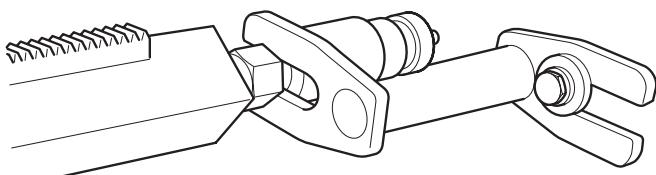

Fig. 9
- 9. Per fissare ulteriormente la colonna di foratura si può utilizzare l'attacco a espansione accessorio (fig. 9). Regolare l'attacco rispetto alla vite del montante e fissarlo alla parete con un bullone a espansione. Fissare con il dado di bloccaggio da 30 mm.
- 9. Zur zusätzlichen Sicherung der Bohrsäule kann die Expanderhalterung (Zubehör) verwendet werden (Abb. 9). Die Halterung wird an die Stempelschraube angepasst und mit einer Spreizschraube in der Wand fixiert. Mit 30-mm-Sicherungsmutter sichern.
- 9. Pour attacher de manière encore plus sûre le poteau de forage, une fixation d'expansion (équipement supplémentaire) peut être utilisée (Fig.9). La fixation est réglée contre la vis du poteau et attachée au mur à l'aide d'un boulon d'expansion. Consolider à l'aide d'un contre-écrou de 30 mm.
- 9. Om de boorkolom nog meer te zekeren, kan de extra bevestiging (extra accessoire) worden gebruikt (Fig. 9). De bevestiging wordt afgesteld op de kolombout en met een bout op de wand gefixeerd. Zeker met borgmoer 30 mm.